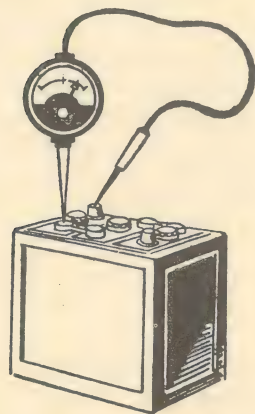

Fig. 50 — Medição da tensão dum elemento
113. Medida da tensão. — Para medir a tensão (ou voltagem), dum elemento, é naturalmente indispensável um voltímetro que se deve usar conforme se indica na fig. 50, apoiando os seus terminais nos pólos desse elemento.
- 1) Medir a tensão de cada elemento (§ 113, fig. 50).